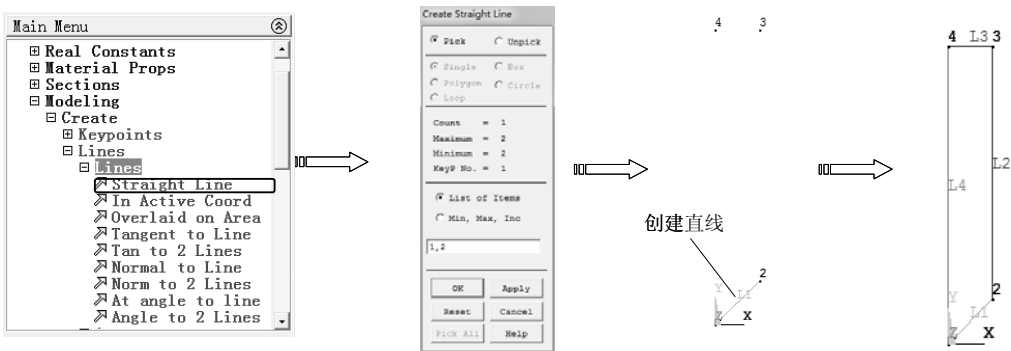

图 7-223 创建直线
4) 选择 “Main Menu>Preprocessor>Modeling>Create>Lines>Straight Line” 命令，弹出 “Create Straight Line” 对话框，在图形区选择关键点 1 和 2，或直接输入两点编号 “1, 2” 绘制直线 L1，然后单击 “OK” 按钮创建直线，如图 7-223 所示。
5) 重复上述直线创建步骤，选择“Main Menu>Preprocessor>Modeling>Create>Lines>Straight Line”命令，依次选择关键点 2、3，3、4，4、1，创建其他 3 条直线，如图 7-223 所示。